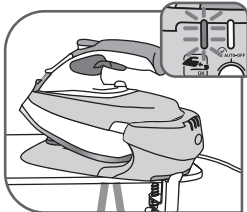
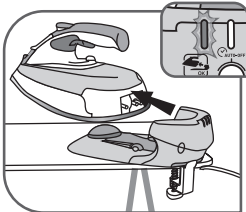

Fig.8
Fig.9
- Indicatorul luminos verde – **fig.8** situat pe panoul de comandă din spatele suportului luminează intermitent, indicând încălzirea fierului de călcat. Când acest indicator verde luminează fix – **fig.9**, fierul de călcat este pregătit pentru utilizare.
- Indicatorul luminos verde luminează intermitent: fierul de călcat se încălzește – **fig.8**.
- Indicatorul verde luminează fix: fierul este pregătit – **fig.9**.